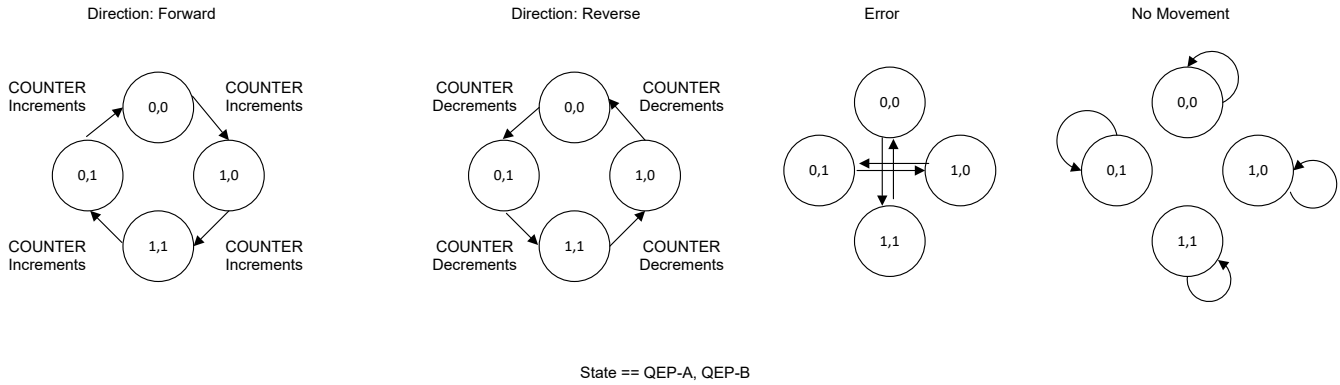

图 5-2. QEP-A、QEP-B 状态图
- QEP-A/B 相指示运动方向。如果 QEP-A 的上升沿超前 90°，则方向为正向（顺时针）。如果 QEP-A 的上升沿滞后，则方向为反向（逆时针）。如图 5-2 所示。